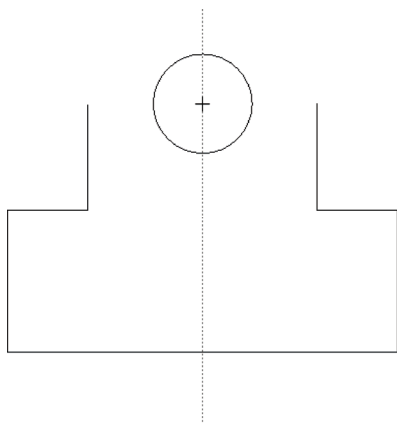

图 2-49 打开模型文件
STEP 01 单击快速访问工具栏中的“打开”按钮, 打开模型文件, 如图 2-49 所示。